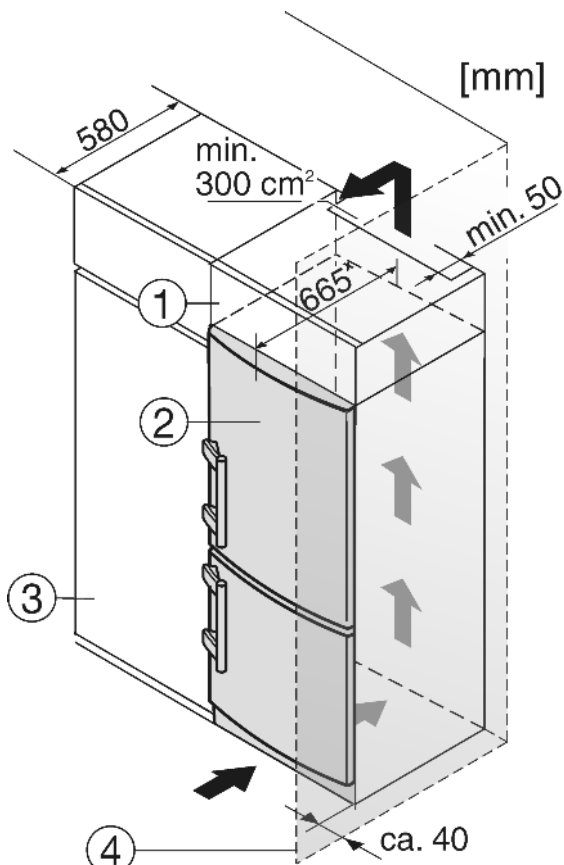

Fig. 9
(1) Дополнительный шкафчик
(2) Устройство
(3) Кухонный шкаф
(4) Стенка
Устройство может быть окружено предметами кухонной обстановки. Чтобы уравнять устройство Fig. 9 (2) по высоте с кухонной стенкой, можно установить над устройством соответствующий дополнительный шкафчик Fig. 9 (1).
При комбинировании с кухонными шкафами (глубина макс. 580 мм) устройство можно установить непосредственно рядом с кухонным шкафом Fig. 9 (3). Устройство выступает сбоку на 70 мм * и по центру на 85 мм * относительно передней стенки кухонного шкафа.
Если устройство установлено на шарнирах у стены Fig. 9 (4), то расстояние между устройством и стеной должно быть не менее 40 мм. Настолько выступает ручка при открытой дверце.